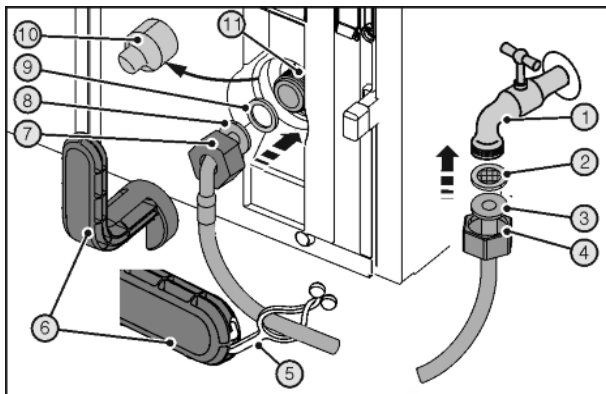

Fig. 27
A törött segédszerszám Fig. 27 (6) által okozott vágási sérülések.
- Kizárólag szobahőmérsékleten használja a segédszerszámot Fig. 27 (6).
- Nyomja az anyát Fig. 27 (4) az egyenes tömlővég Fig. 27 (3) végéig és húzza meg.
- Helyezze a szűrőt Fig. 27 (2) az anyába Fig. 27 (4).
- ▷ A szűrő Fig. 27 (2) rásimul az egyenes tömlővégre Fig. 27 (3) és ott marad.
- Csatlakoztassa az anyát Fig. 27 (4) az egyenes tömlővégen Fig. 27 (3) található szűrővel Fig. 27 (2) a csapra Fig. 27 (1).
- A vízellátás zárócsapjának Fig. 27 (1) kinyitása előtt légtelenítse a vízvezetékét, és töltsé fel vízzel. Ehhez a tömlőt tartsa egy vödörbe.
- Húzza le a fedelet Fig. 27 (10).
- Nyomja be teljesen az anyát Fig. 27 (7) a meghajlított tömlővég Fig. 27 (8) fölé és húzza meg.
- Nedvesítse meg a tömítést Fig. 27 (9), majd nyomja a meghajlított tömlővégen Fig. 27 (8) található anyába Fig. 27 (7).
- ▷ A tömítés Fig. 27 (9) rásimul a meghajlított tömlővégre Fig. 27 (8) és ott marad.
- Csatlakoztassa az anyát Fig. 27 (7) a meghajlított tömlővégen Fig. 27 (8) található tömítéssel Fig. 27 (9) a mágnesszelepre Fig. 27 (11).
- Az óramutató járásával megegyező irányban húzza meg a csatlakozásokat a segédszerszámmal Fig. 27 (6), amíg el nem éri a maximális forgatónyomatékot és túl nem húzza a segédszerszámot Fig. 27 (6).
- Nyissa ki a vízellátás zárócsapját Fig. 27 (1) és ellenőrizze a teljes vízvezetékrendszer tömítettségét.
- A pántot Fig. 27 (6) akassza be a segédszerszámba Fig. 27 (5), és a megőrzéshez rögzítse az ötvöztött acél tömlőre.